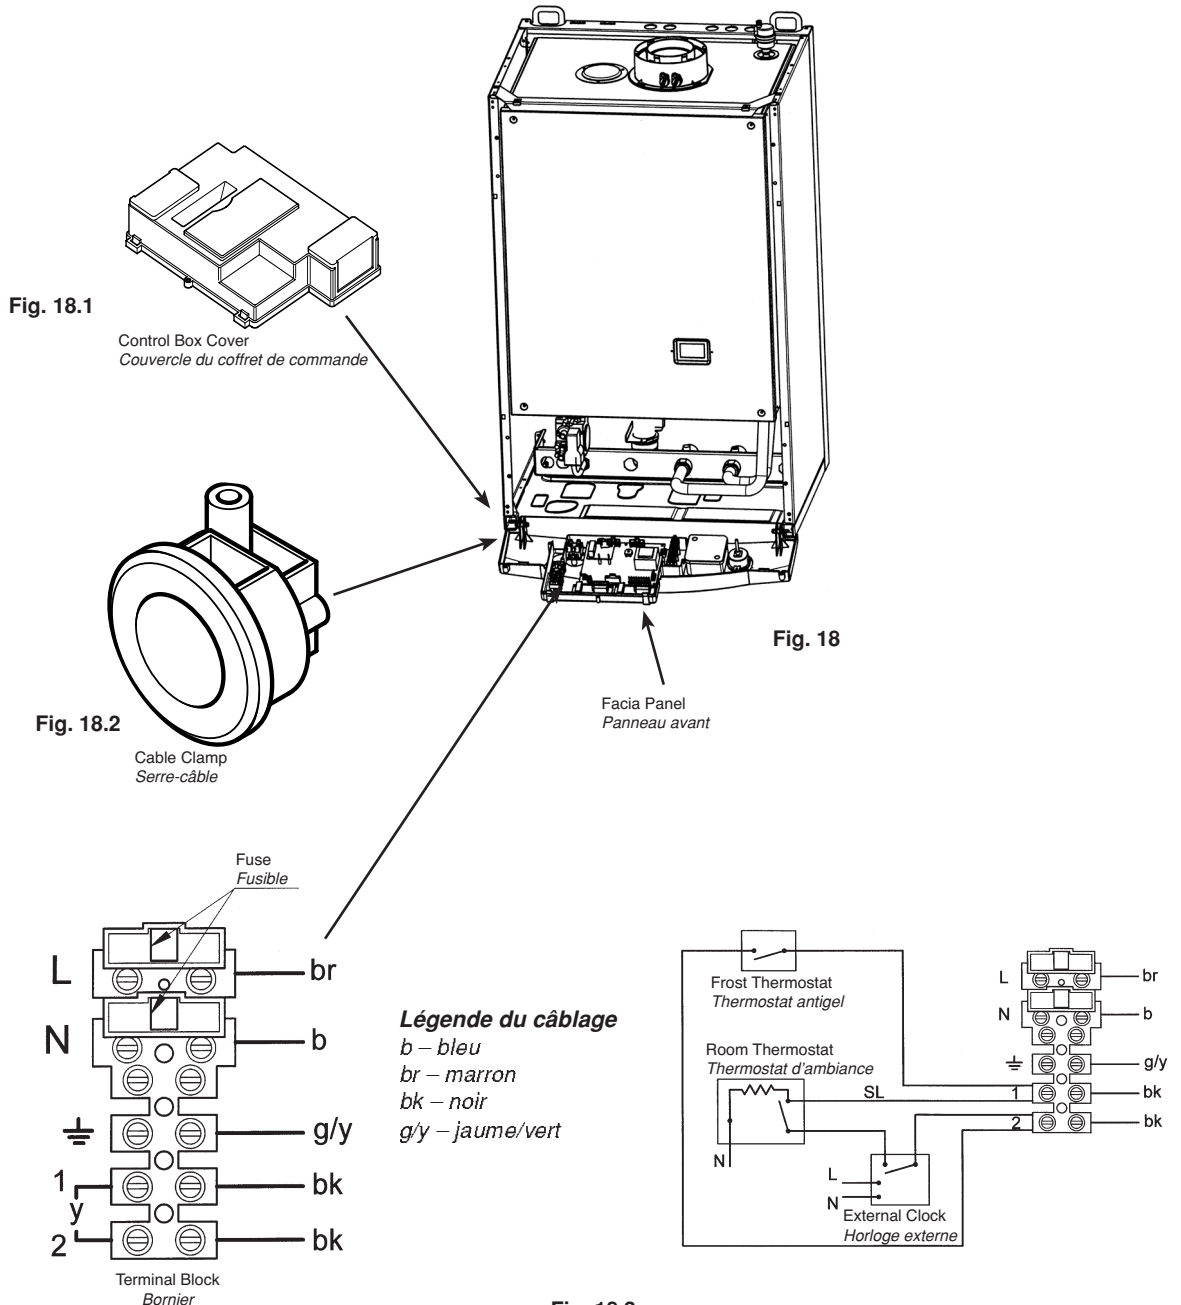

Fig. 18.3
6. Remove the link between terminal 1 and 2 and connect the cables from the external control (Fig. 18.3).
6. Enlever l'élément de liaison entre les bornes 1 et 2 et brancher les câbles sortant de la commande externe (Fig.18.3).